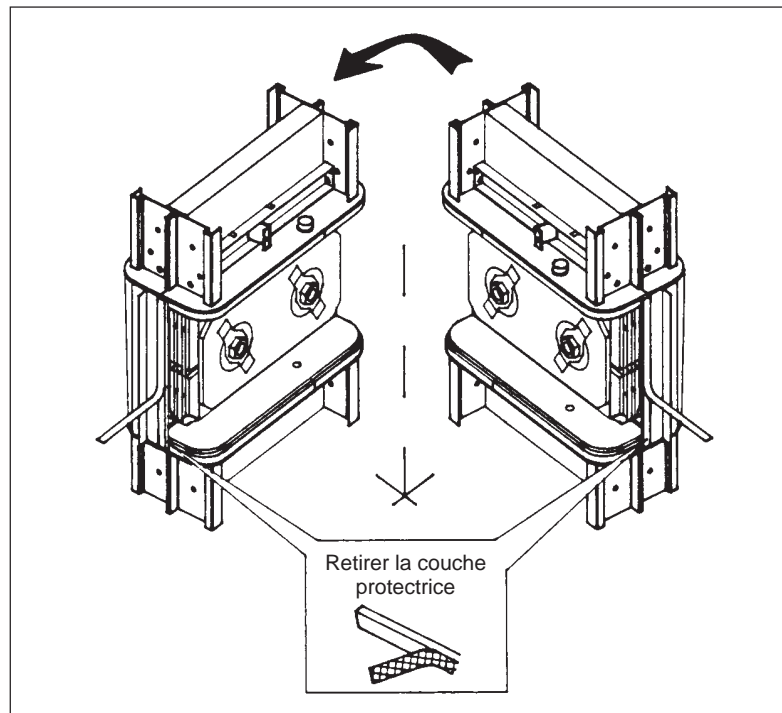

Figure 26
8. Exposer les bandes d'étanchéité du couvercle (figure 26). La bande d'étanchéité est au même niveau que les bords extérieurs du couvercle de la jonction.